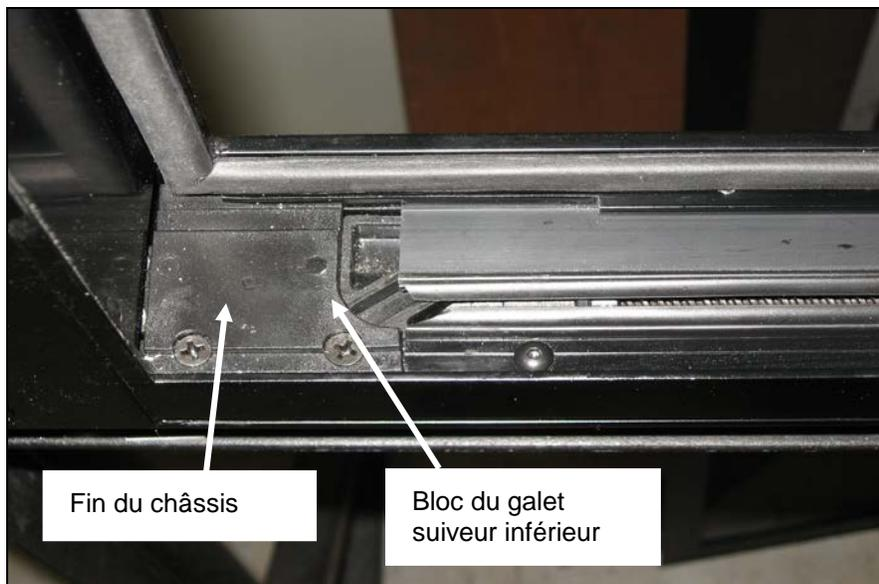

FIGURE 66 : ALIGNEMENT CORRECT
1. Aligner le bord avant de l'encoche située sur le bloc du galet suiveur inférieur et la fin du châssis. Utiliser l'interrupteur à bascule pour obtenir le bon alignement (figure 66).